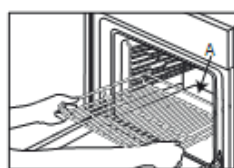
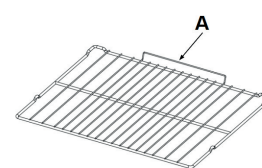

Fig. 1A
Fig. 1B
1. Introduzca la parrilla en posición horizontal con la barra de tope «A» orientada hacia arriba (Fig. 1A, Fig. 1B)